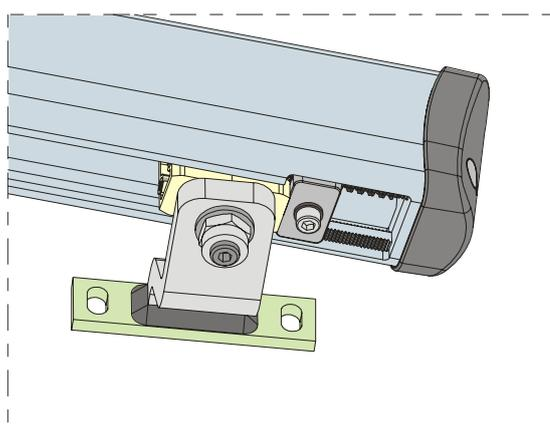

Fig. 20
- 4) Desplace el bloqueo hasta colocarlo cerca del empalme como se indica en la Fig.20.